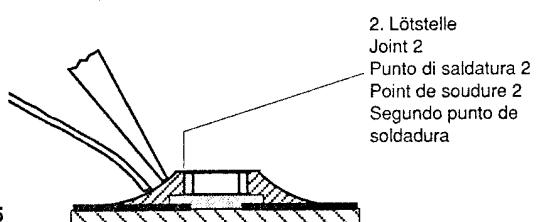

Fig. 5
5. Schritt: Freie Seite löten. Nach dem Erkalten die erste Lötstelle nochmals nachlöten (Fig. 5).
5. Saldare la superficie di contatto libera e, dopo che questa si è raffreddata, saldare nuovamente la superficie opposta (Fig. 5).
5. step: Solder the free end of the CHIP and resolder the first soldering point after it has cooled (Fig. 5).
5. Effectuer la même opération pour l'autre côté. Terminer la première soudure (Fig. 5).
- Quinto paso: Soldar la parte libre y, después enfriarse, soldar también la parte opuesta (Fig. 5).